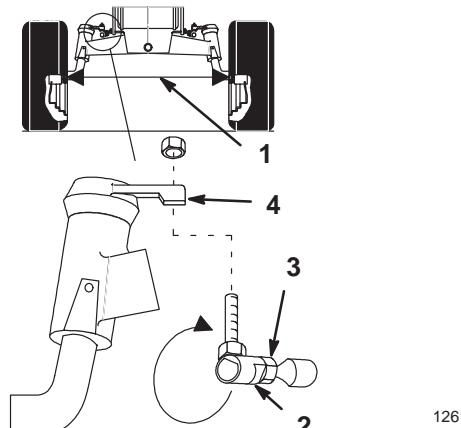

Figure 32
Les roues avant doivent présenter le pincement spécifié. Un réglage peut être nécessaire si les pneus s'usent de manière irrégulière, s'ils abîment la pelouse ou si la direction est dure. Contrôler le pincement toutes les 100 heures de service ou une fois par an, selon ce qui se présente en premier (Fig. 32).
3. Effectuer la mesure entre les jantes à la hauteur des fusées, à l'avant et à l'arrière des roues (Fig. 32).
2. Déposer la rotule d'un des bras de direction (Fig. 32).
4. Maintenir l'alignement des méplats de la rotule sur ceux de la biellette, et serrer le contre-écrou (Fig. 32).